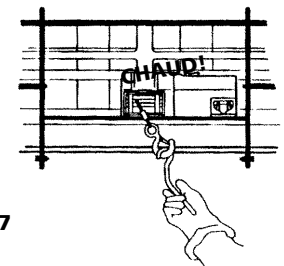

Figure 7
**⚠ AVERTISSEMENT** LE TAMBOUR ET LE CÂBLE PEUVENT DEVENIR TRÈS CHAUDS (Fig. 7).